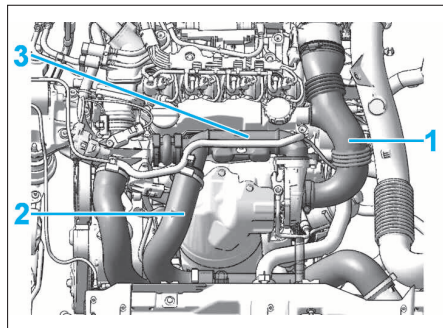

FIG. 61
- Déposer (Fig.61) :
- le raccord d'air (1) de l'entrée du turbocompresseur
- les raccords d'air d'admission (2) et (3)